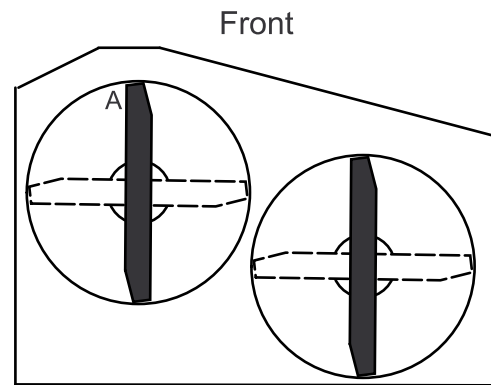

Bild 62
3. Stellen Sie die Messer in Längsrichtung, während die Maschine auf einer ebenen Oberfläche steht. Messen Sie an Stelle A von einer ebenen Fläche bis zur Schnittkante der Messerspitzen (Bild 62).